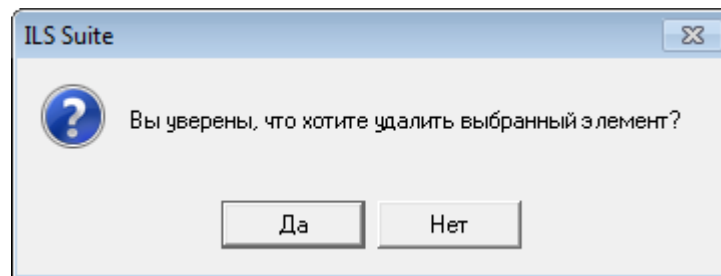

Рис. 27-12 – Диалоговое окно
4) В открывшемся диалоговом окне нажать «Да» для подтверждения действия (рис. 27-12). В этом случае выбранная работа будет удалена из папки рабочего окна «Выполненные работы» и из базы данных. Для отказа от удаления нажать «Нет».